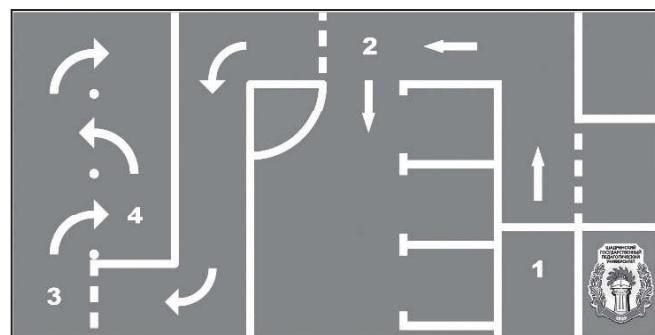

Рис. 1. Полигон № 1
**На полигоне № 1** (рис. 1) участники могли выполнить пять разных заданий. Полигон представляет собой поле из баннерной ткани размером  $1200 \times 2400$  мм. Основной цвет поля — серый, разметка — белого цвета, ширина штриха — 30 мм. Зоны зеленого цвета не предназначены для перемещения робота. В угловых частях разметки и на белых точках расположены объемные конусы, которые запрещено сбивать. Для удобства ориентирования на полигоне расположены цифровые отметки.